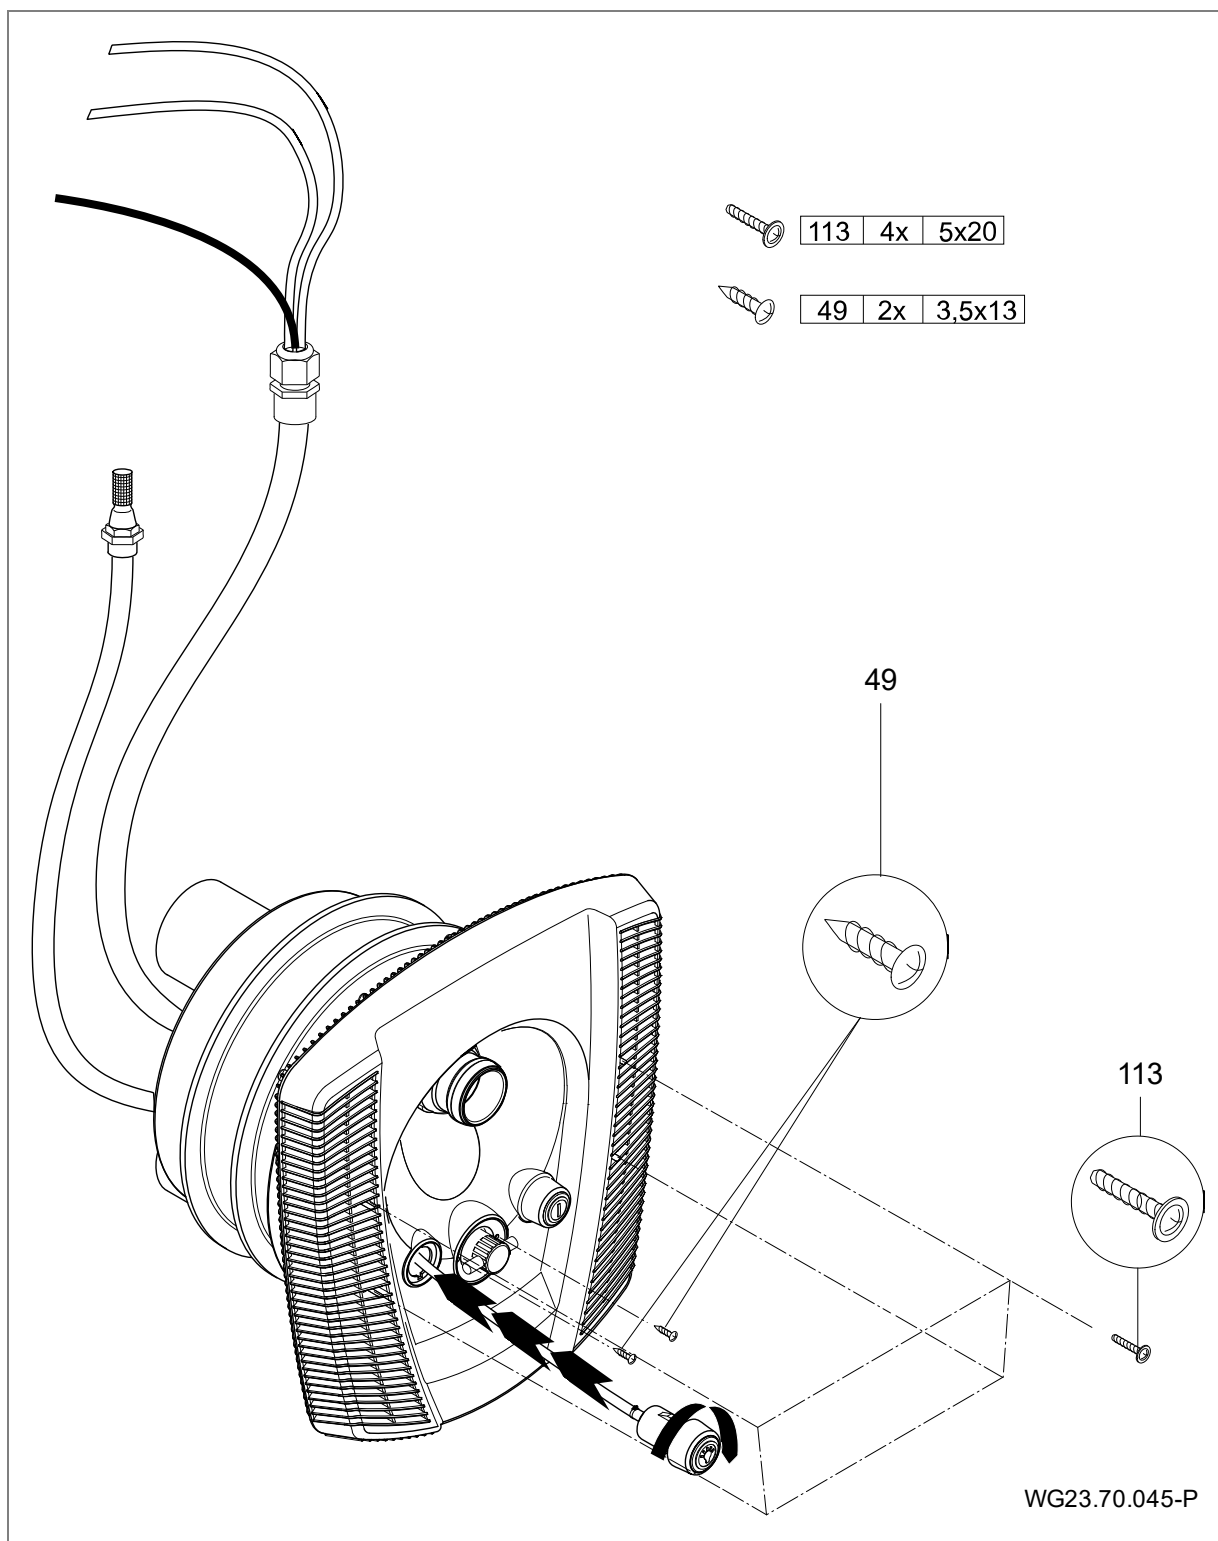

Fig. 19
7. Fixer la façade (93) avec les 4 vis (113) sur le corps de buse (102.1). Insérer les 2 boutons pneumatiques dans la façade du corps de buse (102.1). Les verrouiller en tournant dans le sens inverse des aiguilles d'une montre. (Fig. 19)